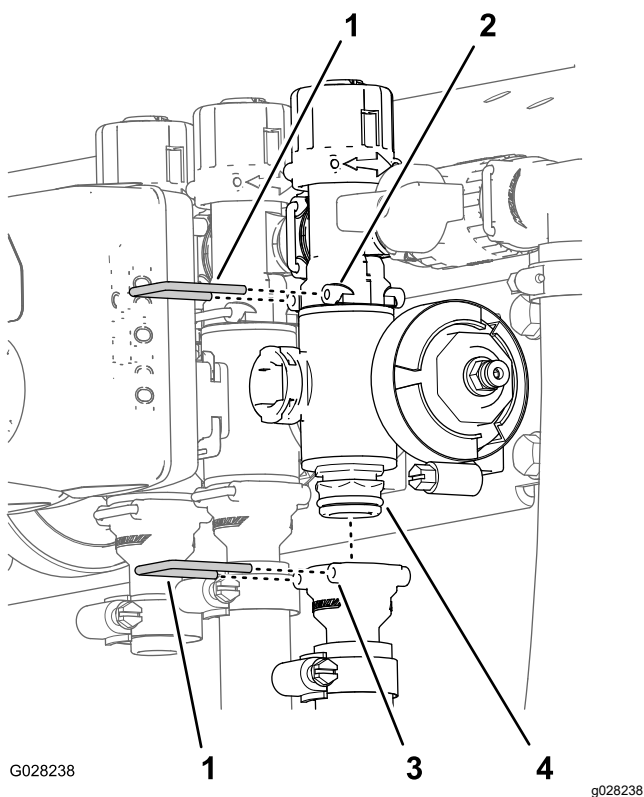

図 74
2. 出口フィッティングを個別ブームバルブ用マニホルドに固定しているリテーナ、およびバルブマニホルドをバイパスフィッティングに固定しているリテーナを外す 図 74。